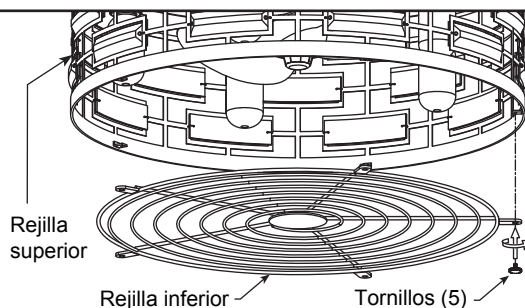

Figura 4
4. Vuelva a colocar la rejilla inferior en el rejilla superior utilizando los tornillos retirados previamente. (Figura 4)
4. Para configurar el código del mando a distancia a las mismas posiciones que en el receptor. Mueva los interruptores de código hasta colocar el código de selección en la posición arriba o abajo. Con un destornillador pequeño o con una lapicera (no se incluye) deslice firmemente hacia arriba o hacia abajo. (Figura 4)
- 3. Vuelva a colocar la rejilla inferior en el rejilla superior utilizando los tornillos retirados previamente. (Figura 4)